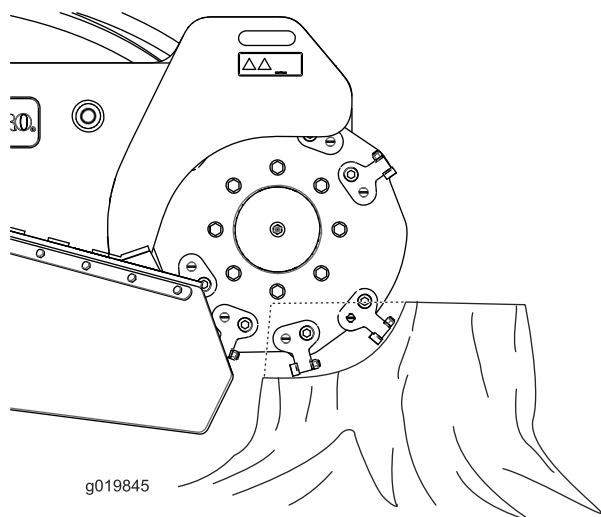

Figura 21
4. Utilizando a alavanca de controlo do triturador, gire o triturador lentamente na face do tronco, cortando lascas (Figura 21).
- Corte as extremidades do tronco para uma trituração mais eficiente. Assim que o espaço de corte estiver perto de $1/4$ do diâmetro da roda (Figura 21), levante o triturador, avance e recomece a cortar na extremidade.